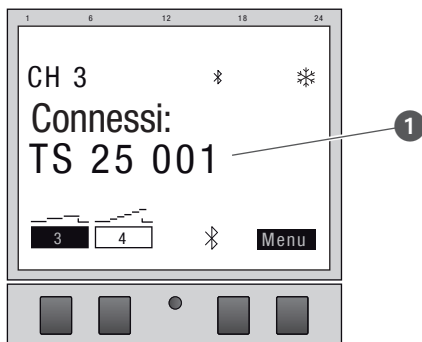

Fig. 24: L'estensione di canale è collegata all'interruttore orario
9. In presenza di collegamento attivo, l'estensione di canale indica il nome dell'apparecchio collegato (Fig. 24/1).